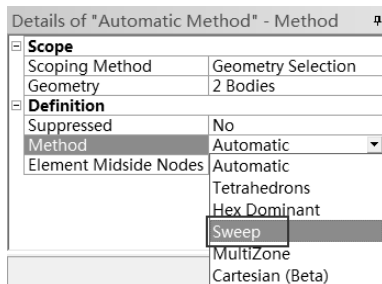

图 5-137 选择扫掠方式
Step6：单击 Details of “Automatic Method”-Method 栏中 Method 项后的下拉箭头，选择 Sweep 选项，如图 5-137 所示。